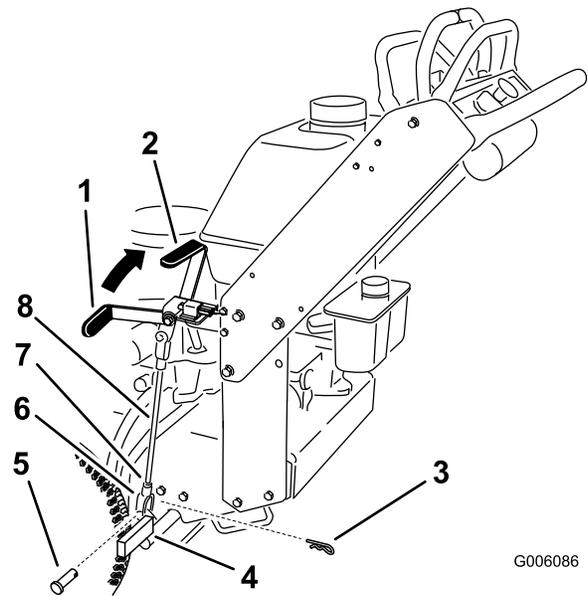

Figure 48
Remarque: Quand le frein est serré, la poignée doit être à la position 1 heure (Figure 48).
5. Desserrez les écrous de blocage supérieur et inférieur (Figure 48).
6. Pour régler le frein, retirez la goupille fendue et l'axe de chape du levier de frein inférieur (Figure 48).
7. Tournez la tige de frein dans les chapes (Figure 48).
8. Fixez la chape au levier de frein inférieur avec la goupille fendue et l'axe de chape (Figure 48).
9. Serrez les écrous de blocage supérieur et inférieur (Figure 48).